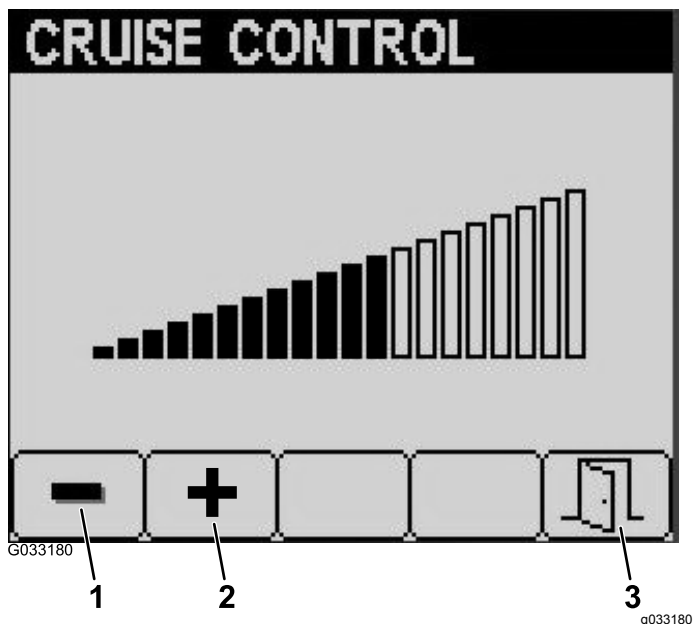

Figura 29
4. Dalla schermata Cruise Control (comando elettronico della trazione), premete il pulsante 1 per diminuire la velocità del comando elettronico della trazione o il pulsante 2 per aumentarla (Figura 29).
5. Una volta impostata la velocità del comando elettronico della trazione desiderata, premete il pulsante 5 per uscire (Figura 29).